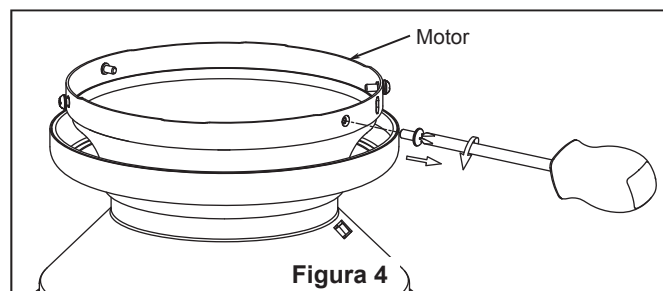

Figura 4
- ☐ 3. Extraiga y guarde los dos tornillos opuestos del motor, luego afloje los dos tornillos restantes. (Figura 4)